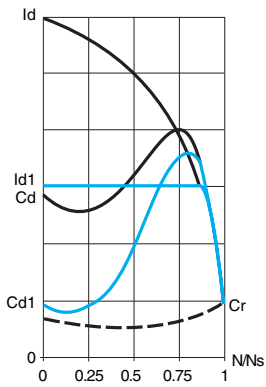

图 1
- 图 1 给出了与起动电流相关的转矩变化。把起动电流 I_s 限制在一个预设值 I_{s1} 处, 将会把起动转矩 T_{s1} 降至一个近似等于 I_s 和 I_{s1} 平方比的值。